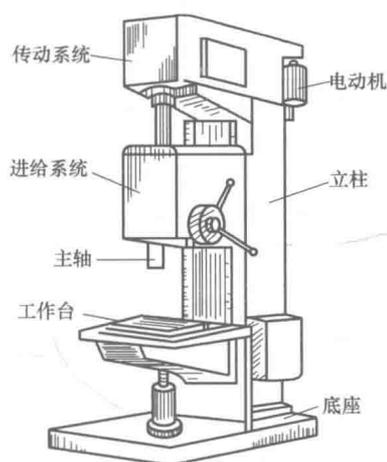

图 0-5 立式钻床
2) 立式钻床。立式钻床是一种中型钻床，如图 0-5 所示。其结构比较完善，适用于中型工件上孔的加工，可进行钻孔、扩孔、铰孔和攻螺纹等加工。立式钻床功率较大，可以获得较高的加工精度和生产率。